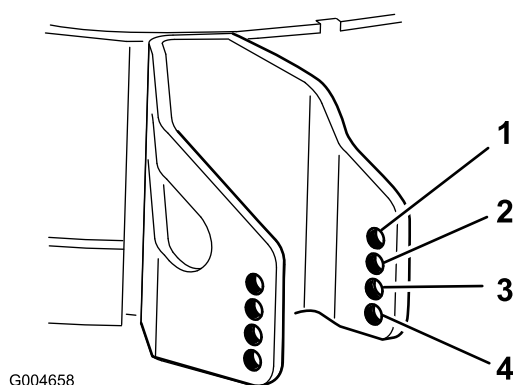

Figura 9
4. Scegliete il foro in modo da posizionare il rullo antisalpo all'altezza di taglio corrispondente più vicina all'altezza richiesta (Figura 9).